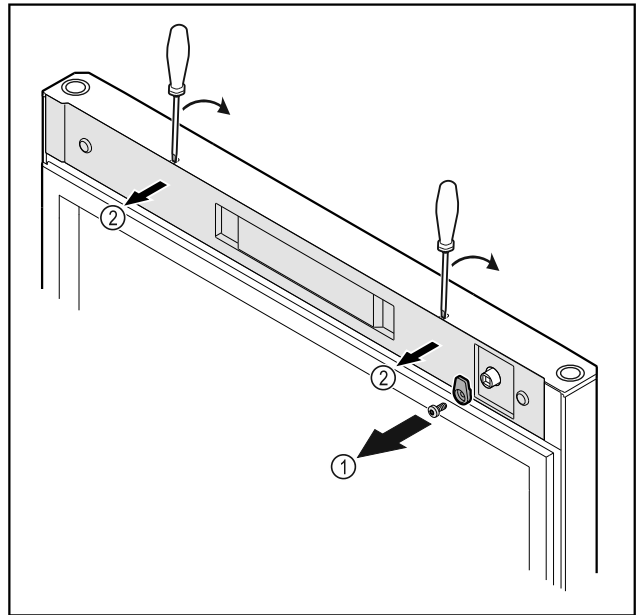

Fig. 10
- Відкрутити запірний гачок Fig. 10 (1).
- За допомогою малої викрутки зніміть з фіксатора кришку Fig. 10 (2) і видаліть.